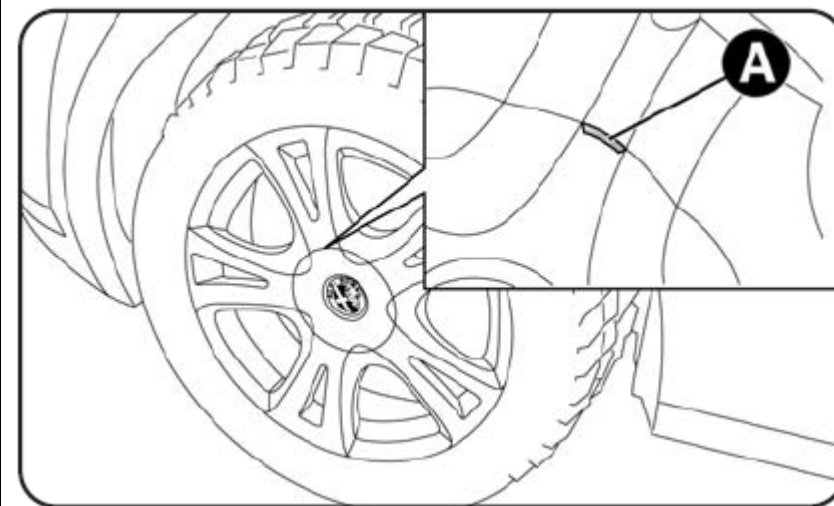

Рис. 6
- Для версии с дисками из легкого сплава: покачайте автомобиль. Это облегчит снятие диска со ступицы. Некоторые версии могут быть оснащены дисками из легкого сплава с крышкой ступицы (рис. 6). Для того чтобы снять ступицу следует вставить отвертку в щель А – рис. 6, так чтобы иметь доступ к болту крепления. Затем приступите к замене колеса.